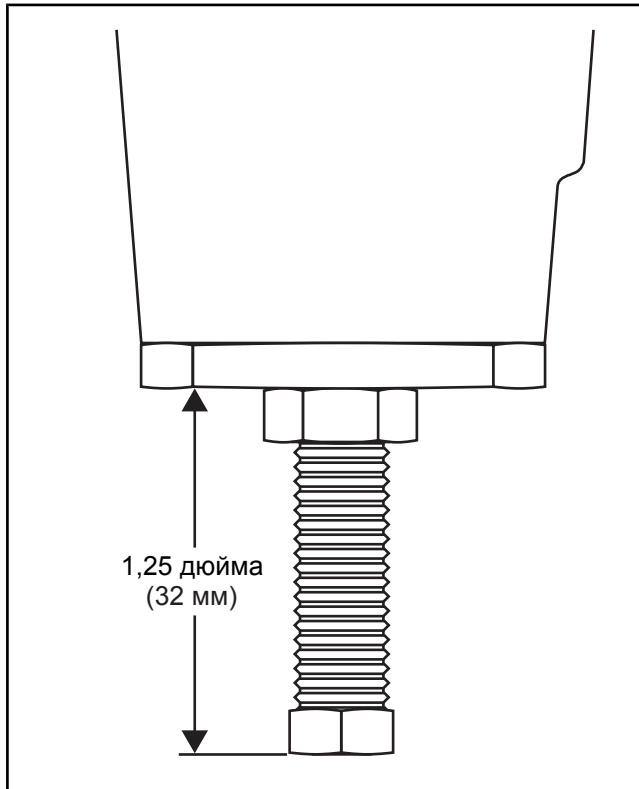

Рисунок 12.00-2: Настройка направляющего винта регулятора
2. Установите направляющие винты регулятора на расстоянии 1,25 дюйма (32 мм) от крышки (см. *Рисунок 12.00-2*).